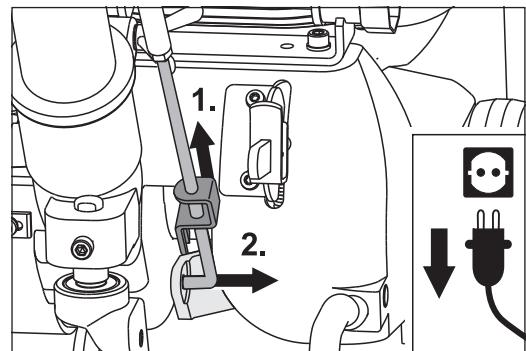
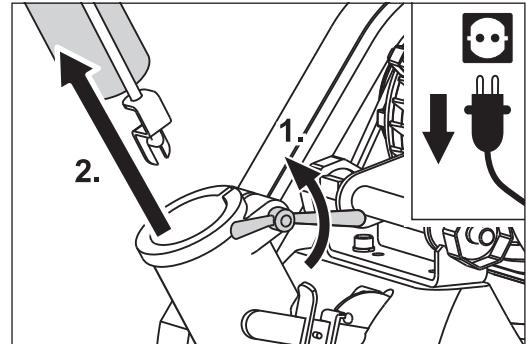

Abb. 24 Den Patentverschluss nach oben schieben (1.) und aushängen des Gestängeunterteils (2.).
Abb. 25 Die Flügelmutter öffnen (1.) und das Führungsrohr aus dem Maschinengehäuse ziehen (2.).
- Hängen Sie das Gestängeunterteil an der Abhebevorrichtung aus (Abb. 24). Öffnen Sie die Flügelmutter am Stutzen des Maschinengehäuses (Abb. 25, 1.) und ziehen Sie das Führungsrohr heraus (Abb. 25, 2.).